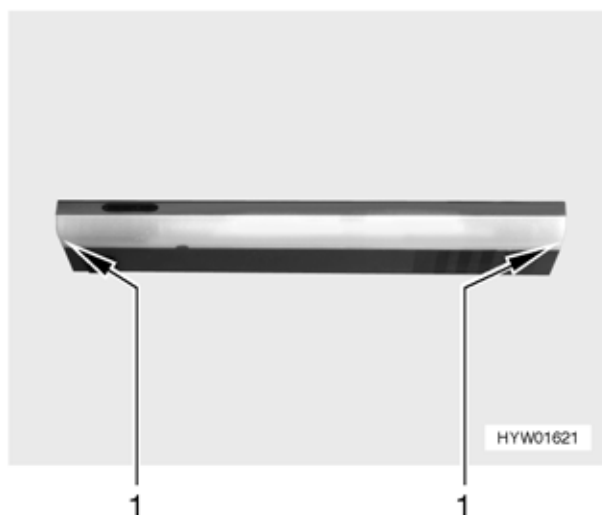

Bild 150 Kochstellenleuchte
- Am Leuchtenglas (Bild 150,1) ziehen. Mit dem Herausziehen immer ganz links oder ganz rechts an der Kochstellenleuchte beginnen.